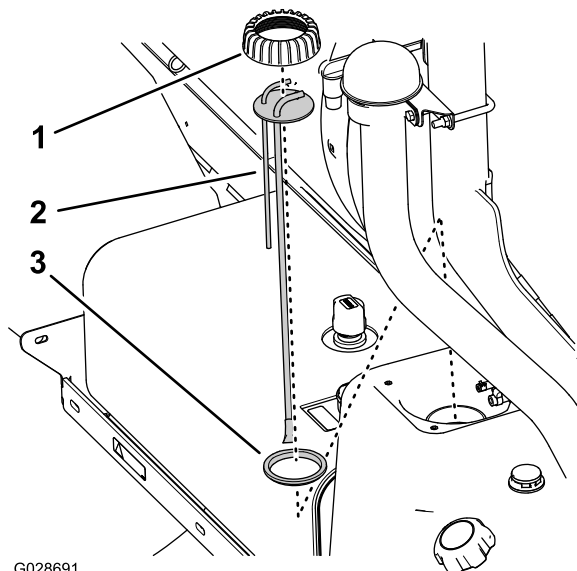

图 79
- 逆时针旋转燃油立针管/传感器帽然后将其取下图 79。
- 从油箱中提起燃油立针管/传感器组件图 79。
- 将立针管帽装到立针管上然后将立针管放到密封件上图 79。
- 将立针管帽、立针管和密封件与油箱对齐将新的立针管组件小心插入油箱图 79。
- 将立管帽螺到油箱颈上然后用手拧紧立管帽图 79。